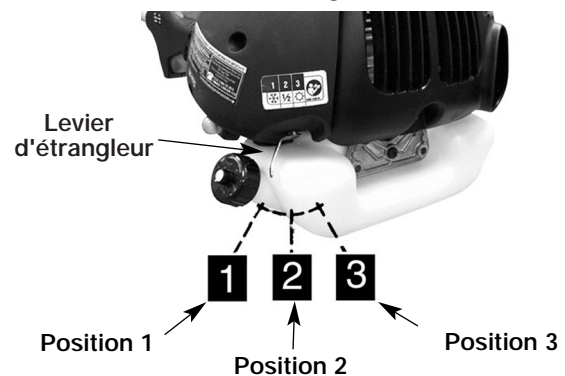

Fig. 7
3. Mettez le levier d'étrangleur en Position 1 (Fig. 7).
2. Mettez le levier d'étrangleur en Position 1 (Fig. 7).